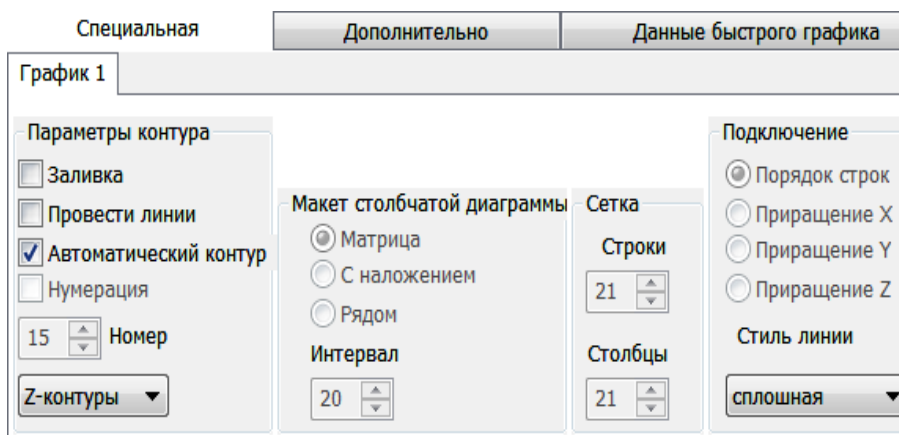

Рис. 4.11. Вид вкладки **Специальная**
7) **Специальная (Special)** – вкладка включает опции для специального оформления диаграмм **Столбчатая (Bar Plot)** и **Поверхность (Surface Plot)** (рис. 4.11).